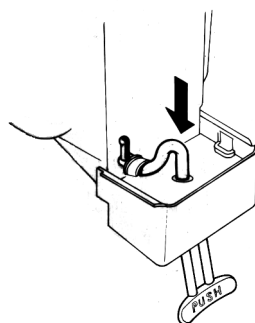

figura 14
- 3 - Insertar la extremidad anterior en su sede vertical en el cuerpo del grifo (ver figura 14).